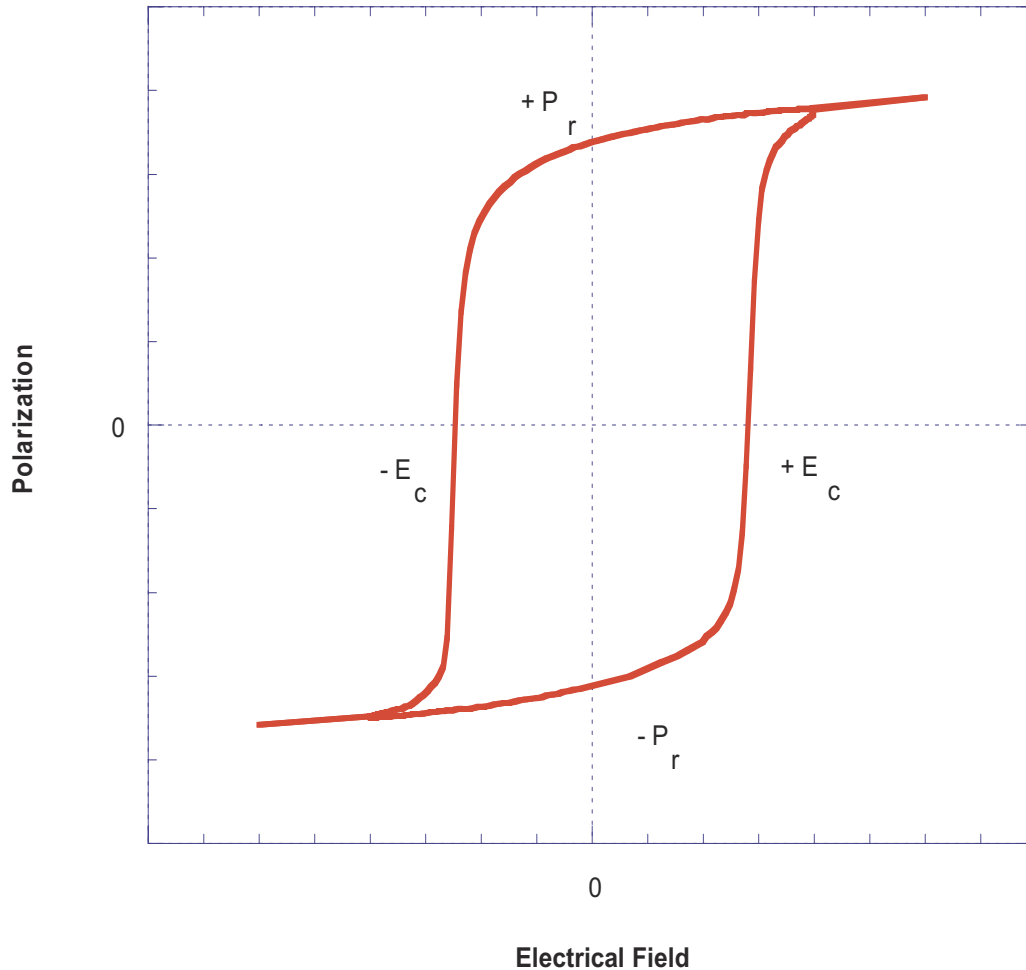
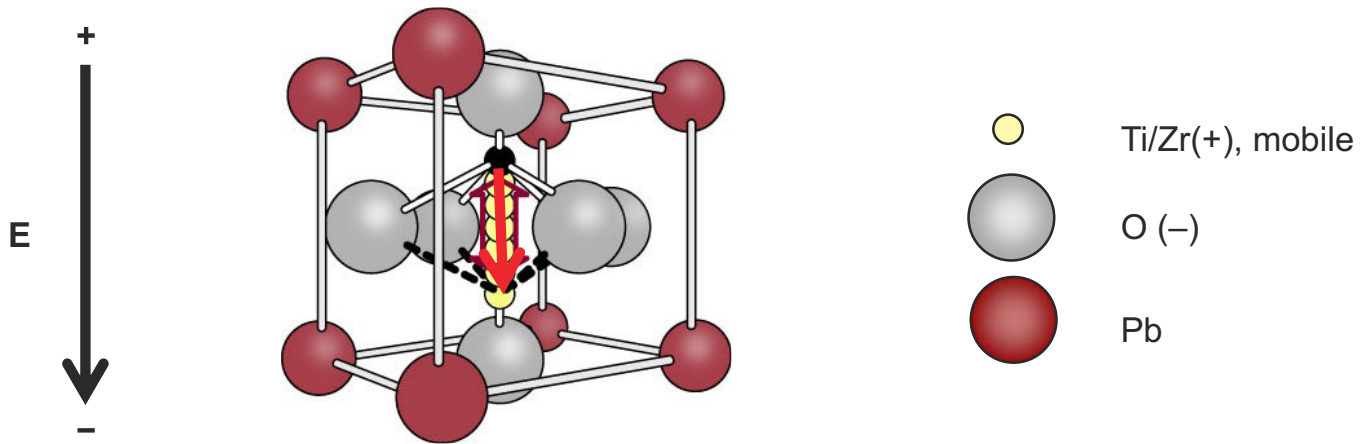

图 1-1. 极化迟滞环路
图 1-2. 锆钛酸铅结构
该术语是因迟滞环路(如图 1-1 中所示)类似于铁(Fe)的磁滞环路而得名。与磁滞环路相比, FRAM 中的迟滞环路是由用于实现 FRAM 的锆钛酸铅陶瓷晶体(PZT)中的锆(Zr)和氧(O)原子形成的电偶极子所产生的(如图 1-2 中所示)。
施加电场 (E) 可以通过“移动”结构中的 Zr 原子来极化材料。但是，要将 Zr 原子从 O 原子的一侧 (图 1-2 中的上部) 移动到另一侧 (图 1-2 中的下部)，它必须穿过 O 原子形成的屏障。随着场强度的增加，Zr 原子在一定场强度下逐渐接近 O 原子，然后突然翻转到另一侧。如果从相反的方向施加一个场，Zr 原子将再次逐渐改变其位置，然后再翻转到另一侧。这种情况将在与之前相同的场强下发生，但符号相反。这种行为会导致电场与极化迟滞环路，如图 1-1 中所示。